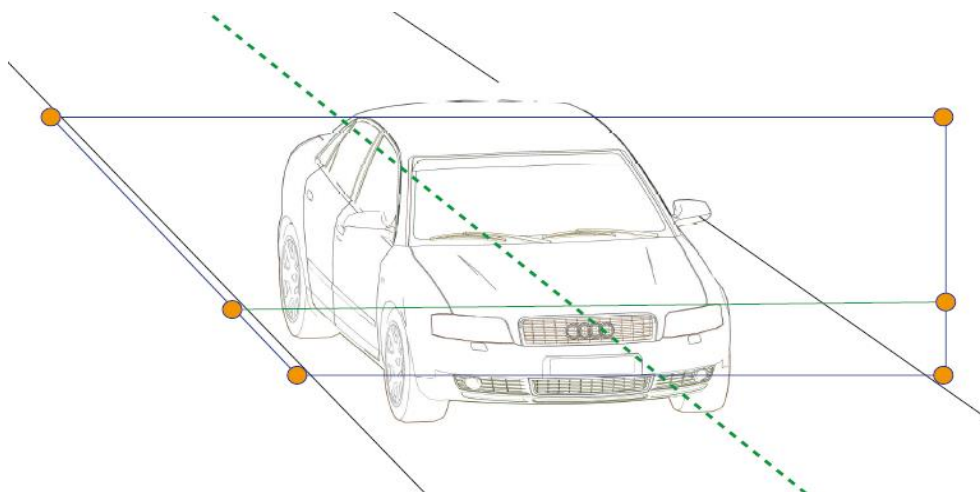

Figura 08 – Captura do tipo frontal
- e) Para captura do tipo frontal, a área de detecção deve estar mais abaixo na tela, ou seja, facilitará que a placa cruze a área de detecção e a câmera faça mais leitura e o resultado ficará melhor. Veja figura 08.